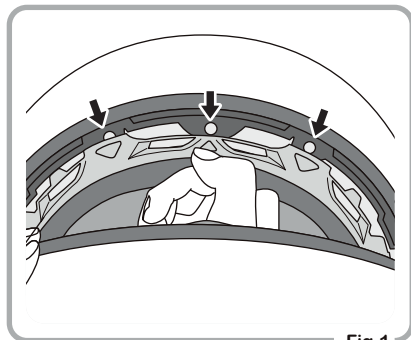

Fig.1
- 1 Knäpp upp spännena vid pannan genom att dra dem neråt som i Fig.1